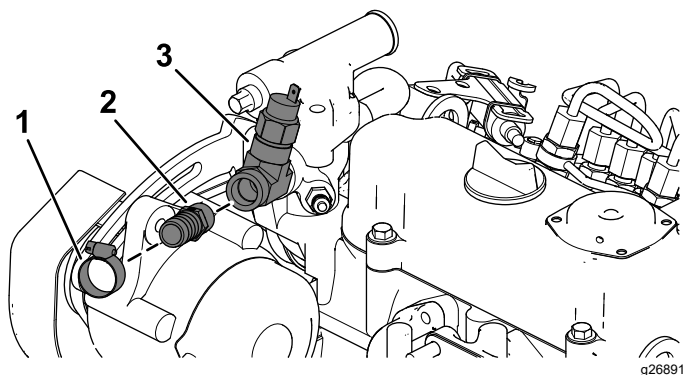

Figura 16
- D. Instale la manguera ($\frac{5}{8}$ ") y el acoplamiento del adaptador ($\frac{5}{8}$ ") con abrazaderas (Figura 16).